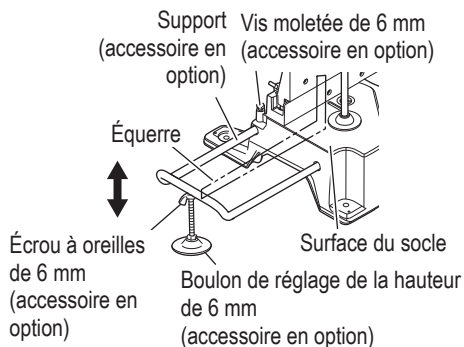

Fig. 23
- (1) Comme indiqué sur la Fig. 23, utiliser une équerre en acier pour aligner le bord supérieur des supports avec la surface du socle. Desserrer l'écrou à oreilles de 6 mm. Tourner un boulon de réglage de la hauteur de 6 mm et régler la hauteur du support.
- (2) Après le réglage, serrer fermement l'écrou à oreilles et fixer le support avec la vis papillon de 6 mm (accessoire en option). Si la longueur du boulon de réglage de la hauteur de 6 mm est insuffisante, placer une plaque mince en dessous. S'assurer que l'extrémité du boulon de réglage de la hauteur de 6 mm ne dépasse pas du support. (Fig. 23)